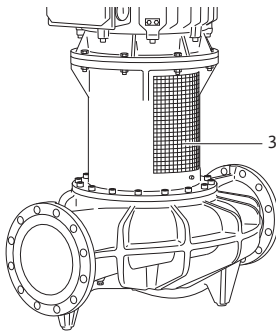

Fig. 38: Zamontowana osłona sprzęgła z blachy
- Pompę należy użytkować tylko z założoną osłoną sprzęgła z blachy (rys. 38, poz. 3)